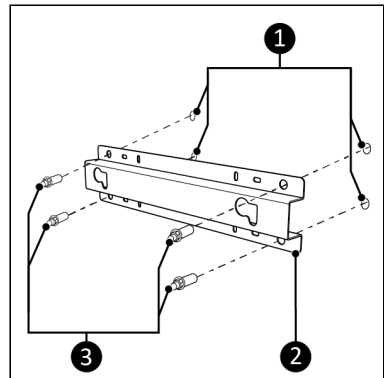

Abbildung 48.
4. Platzieren Sie die Halterung an der Wand und markieren Sie die vier Löcher (Abbildung 48, Pos. 1). Stellen Sie sicher, dass die Halterung aufrecht steht (siehe Etikett „Diese Seite nach oben“ auf der Halterung).
5. Bohren Sie an den markierten Stellen vier 10-mm-Löcher (Abbildung 48, Pos. 1).
7. Befestigen Sie die Halterung (Abbildung 48, Pos. 2) mit den vier Muttern (Abbildung 48, Pos. 3) an der Wand.